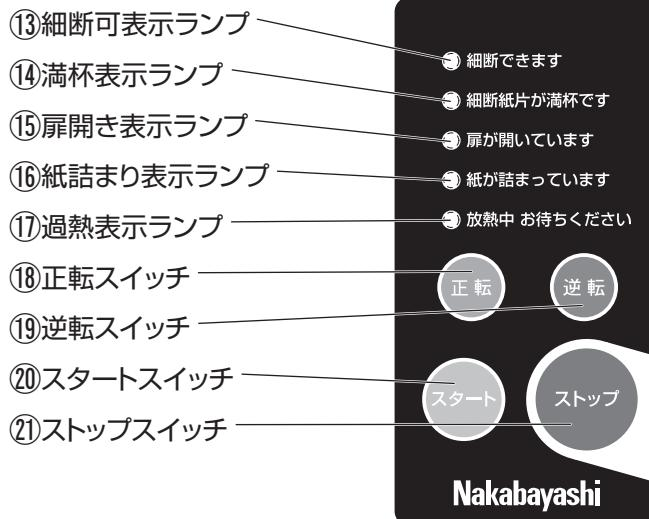

図2 操作パネル 拡大図
P6 図2 参照
- 2.スタートスイッチを押して、細断可表示ランプの点灯を確認してください。 P6 図2 参照